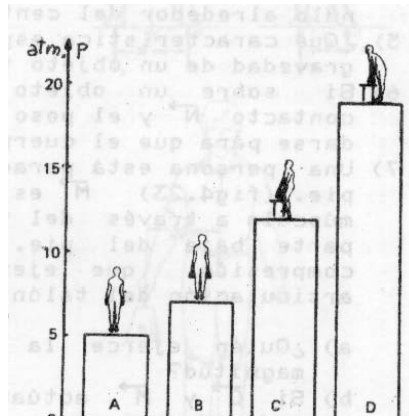

Figura 6.9
Tales fuerzas en los músculos y en el disco son potencialmente peligrosas, pues el valor de dichas fuerzas son grandes aún sin levantar un cuerpo. Si se flexionan las rodillas manteniendo la espalda vertical, los centros de gravedad de todos los pesos están aproximadamente en la vertical del sacro, por lo tanto sus torques respecto al sacro son pequeños y los músculos no deben realizar gran fuerza (figura 6.8b). La fuerza sobre el disco respectivo es entonces aproximadamente, igual al peso que sostiene. El diagrama de la figura 6.9 ilustra los valores de presión (fuerza) sobre el tercer disco lumbar, en atmósferas, si la persona está de pie (A), de pie y sostiene 20kg (B), levantando correctamente un bulto de 20kg (C), levantando incorrectamente un bulto de 20kg (D). Notar como aumenta la fuerza 'lumbar' en los distintos casos.